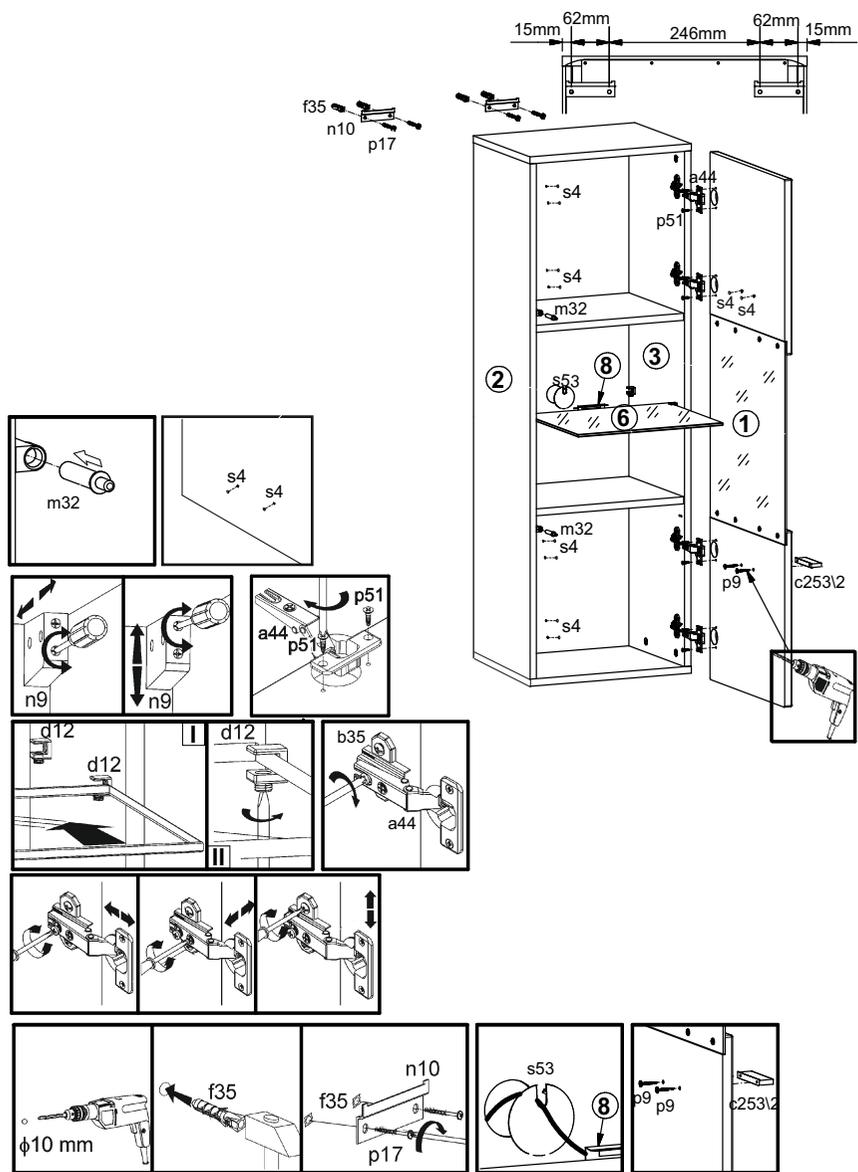

Рисунок 6
12. В корпуса демпфера **m34** вставить демпферы двери **m32** (см.рис. 6).
13. Положить дверь **1** фасадной поверхностью вниз на ровную поверхность и закрепить на ней петли шарнирные **a44** шурупами **p51** (см.рис. 6).
14. В зависимости от выбранного варианта навесить дверь **1** на корпус шкафа, совместив петли шарнирные **a44** с направляющими петель **b35**. При необходимости отрегулировать положение дверей вращая регулировочные винты (см.рис. 6).
16. Для навешивания шкафа навесного на стене с помощью карандаша и линейки разметить отверстия, как показано на рис. 6.
17. В стене просверлить отверстия  $\varnothing 10$ мм (см. рис. 6).
18. Вбить в отверстия в стене пластмассовые дюбеля **f35** (см. рис. 6).
19. При помощи шурупов **p17** закрепить петли для навешивания **n10** на стене (см. рис. 6).
20. Навесить шкаф на петли **n10** (см. рис. 6).
21. Отрегулировать положение шкафа навесного как показано на рис.6.
22. Закрепить **диодную подсветку PRISMATIC 8** на полке стеклянной **6** (см. рис. 6). **Правила монтажа содержатся в инструкции, прилагаемой к вышеуказанному изделию.**
23. Закрыть отверстия  $\varnothing 40$  мм в стенке задней **7** заглушкой **s53** (см. рис. 6).
24. Установить полку стеклянную **8** в полкодержатели стекла **d12**. Зафиксировать полку стеклянную с помощью отвертки (см. рис. 6).
25. Оставшиеся отверстия  $\varnothing 5$  мм на двери **1** и стенки боковой **2** (либо стенки боковой **3** для левостороннего открывания двери **1**) закрыть заглушками **s4** (см. рис. 6).